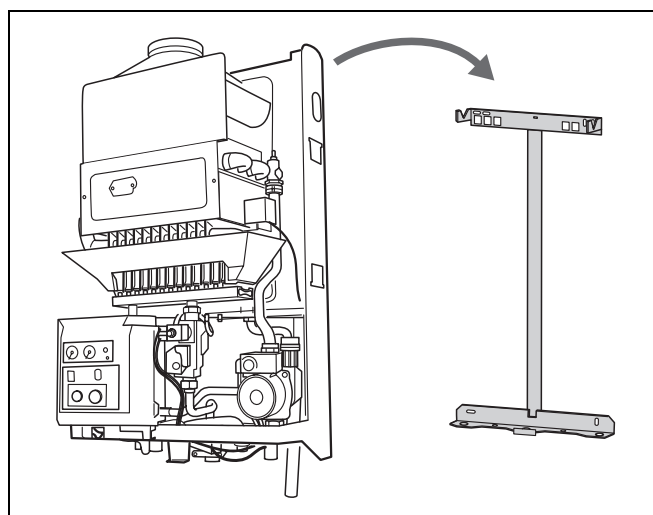

fig. 8 Montage
- Accrocher la chaudière sur la fixation murale (fig. 8).